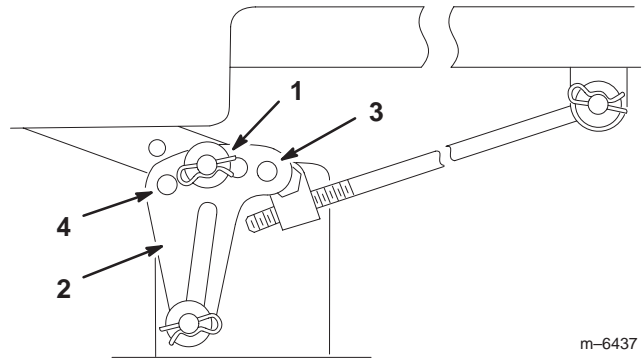

Bild 40
6. Entfernen Sie den Splint und die Scheibe von der Nivellierhalterung (Bild 40).
7. Bringen Sie zum Nivellieren der(s) Schnittmesser(s) die Nivellierhalterung(en) in einem anderen Loch an und setzen Sie die Scheibe und den Splint wieder ein. (Bild 40 und 41). Durch ein vorderes Loch wird die Schnittmesserhöhe gesenkt und durch ein hinteres Loch angehoben. Stellen Sie beide Seiten bei Bedarf ein.